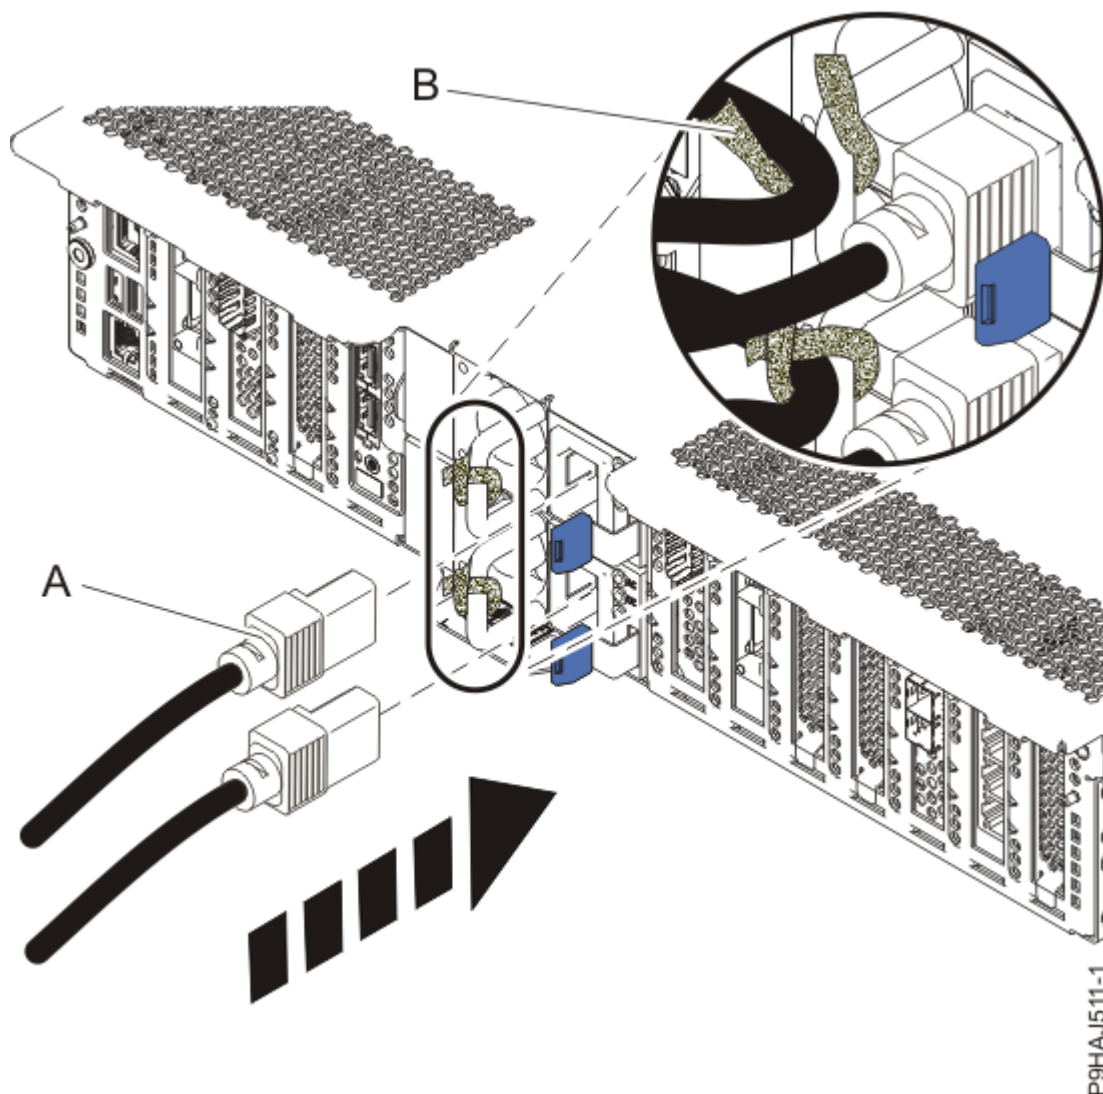

Figura 13. Conexión de los cables de alimentación
6. Mediante las etiquetas, vuelva a conectar los cables de alimentación **(A)** a la unidad del sistema. Sujete los cables de alimentación al sistema utilizando los mecanismos de sujeción **(B)** tal como se muestra en la Figura 13 en la página 19.